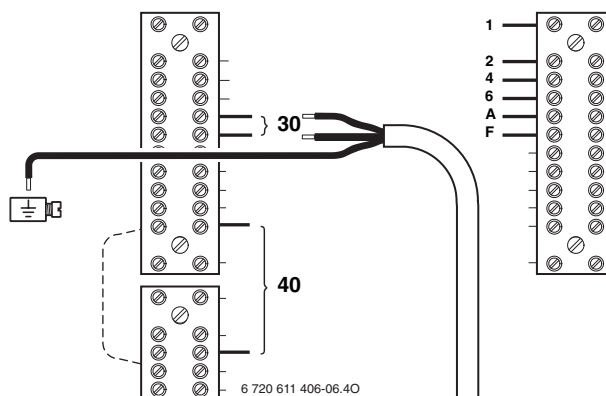

Fig. 21
- ▶ Collegare il cavo in base a Fig. 21.